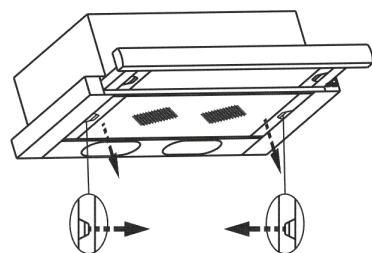
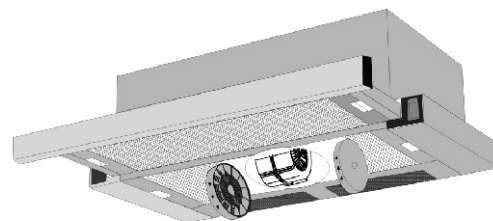

рис. 7
рис. 8
- снимите алюминиевый фильтр (рис. 7);
8.3 Для очистки алюминиевого фильтра извлеките его из вытяжки (рис. 7) и произведите его очистку с помощью щетки водным раствором нейтрального моющего средства вручную или в посудомоечной машине (при 60°C). Сильно загрязненный фильтр не следует мыть в посудомоечной машине. Старайтесь не сгибать фильтр при мойке.
6.5 Режим «рециркуляции»: - снимите алюминиевый фильтр, для этого нажмите на пружинный замок на фильтре и потяните его вниз и на себя (рис. 7); - установите два угольных фильтра см. табл. 1 и (рис.8), предварительно удалив с них упаковочную пленку;
Угольные фильтры устанавливаются на защитные решетки корпуса вентилятора, путем легкого нажатия и поворота (рис. 8). Фильтрация воздуха осуществляется с помощью двух угольных фильтров, затем очищенный воздух возвращается в помещение.